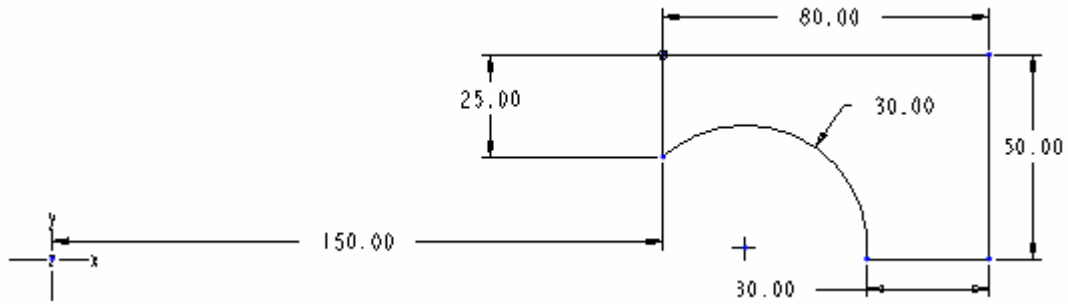

图 7-3
- (1) 根据系统提示，输入第 2 个截面与第 1 个截面的夹角度数“45”。
- (2) 方法同上建立相对坐标系并绘制第 2 个截面，如图 7-3 所示。